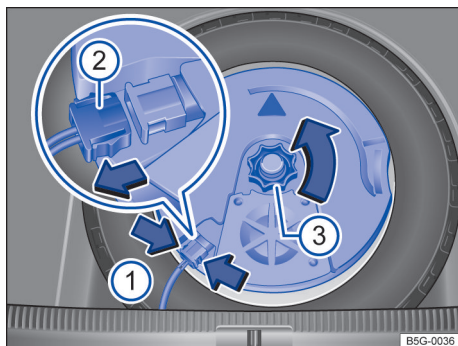

Fig. 150 No compartimento de bagagem: remover o subwoofer (variante 1).
- Para desbloquear o conector → Fig. 150 (2), comprima as linguetas → Fig. 150 (setas 1).
- Desacople o conector (2) no sentido da seta e deixe o cabo de lado.
- Desenrosque a roda recartilhada (3) no sentido da seta.
- Acople o conector → Fig. 150 ② até que engate de forma audível.
- Rosqueie a roda recartilhada ③ no parafuso prisioneiro no sentido contrário ao da seta até que o subwoofer fique bem fixado.